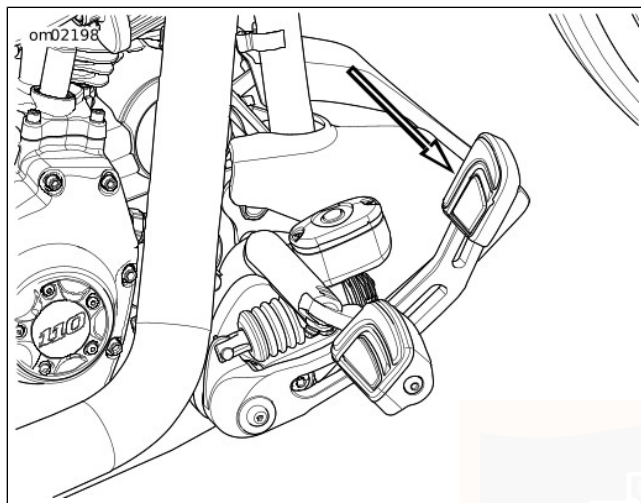

Figure 21. Pédale de frein arrière
Voir Figure 21. La pédale de frein arrière (2) commande le frein de la roue arrière. La pédale de frein est sur le côté droit. Actionner la pédale de frein arrière avec le pied droit.